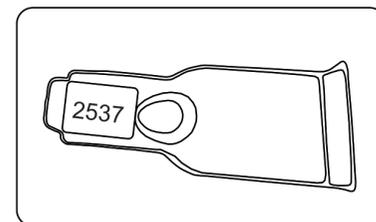

рис.7
- на каждом прижиге имеется наклейка с информацией о месте его установки (рис. 7).